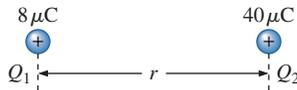

FIG. A2.37
- \*3. Determine la fuerza repelente en newtons entre  $Q_1$  y  $Q_2$  en la figura A2.37 cuando